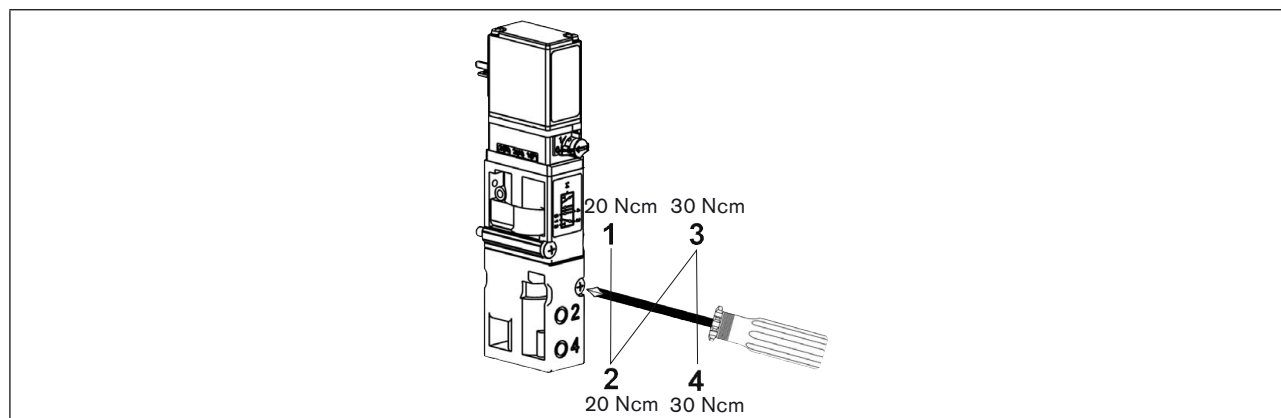

Bild 32: Anziehen der Schrauben
- Ventil mit den sauber eingelegten Flanschdichtungen / O-Ringen auf den Ventilsteckplatz aufstecken und die Schrauben nachfolgenden Montageabbildung anziehen (siehe *Bild 32:Anziehen der Schrauben*).